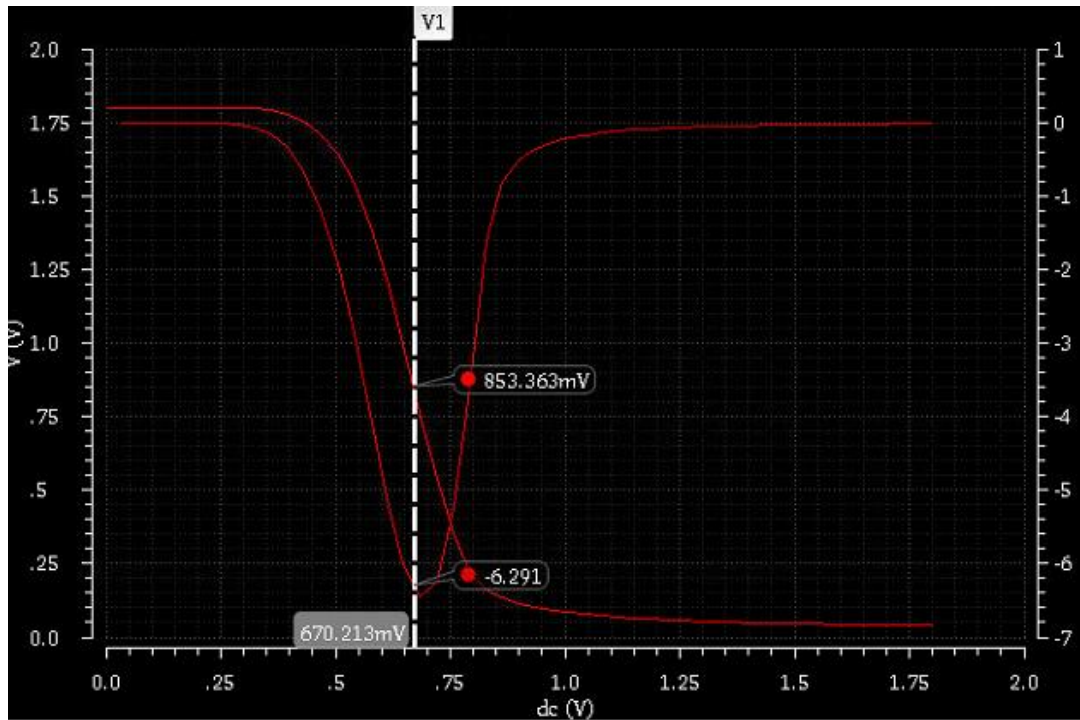

Рисунок 5.5 – Определение максимального коэффициента напряжения
11. Построить график (рисунок 5.5) и определить точку при максимальном коэффициенте напряжения